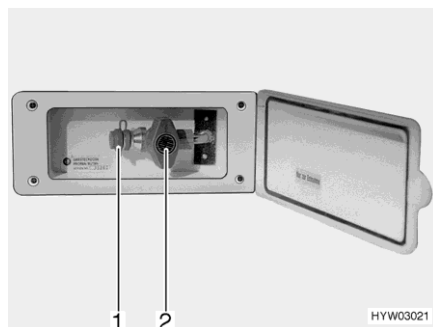

Bild 82 Extern gasanslutning
- Anslut den externa gasapparaten till anslutningar (Bild 82,1).
- Öppna gasavstängningsventilen (Bild 82,2).